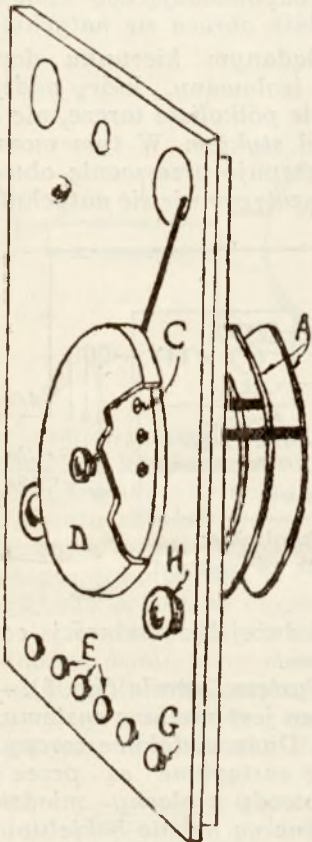

fig. 9
f) System Melody (fig. 9). — Układ ten jest pochodzenia francuskiego, który różni się bardzo w zastosowanej metodzie od wyżej